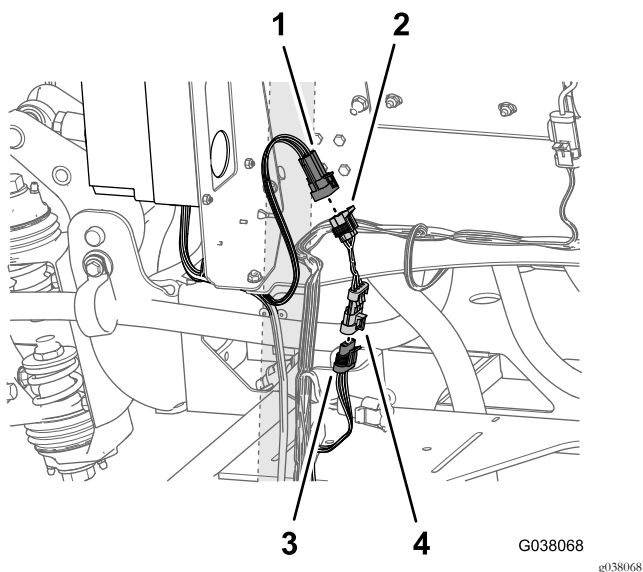

Figura 119
2. Collegate il connettore a 4 pin del cablaggio del ponticello nel connettore a 4 prese del cablaggio preassemblato posteriore indicato come AVVOLGITUBO (Figura 119).
3. Nella parte posteriore del quadro di comando per la pistola di irrorazione o l'avvolgitubo elettrico, individuate il connettore a 6 pin (Figura 119) indicato come INTERCONNESSIONE INTERRUTTORE DI PORTATA (PISTOLA DI IRRORAZIONE OPZIONALE).
4. Collegate il connettore a 6 pin (interconnessione interruttore di portata) al connettore a 6 prese del cablaggio del ponticello (Figura 119).